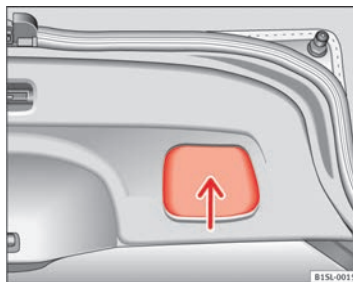

Fig. 23 Hayon ouvert : cavité pour tirer.
- Saisissez la cavité du revêtement intérieur du hayon → fig. 23 (flèche).